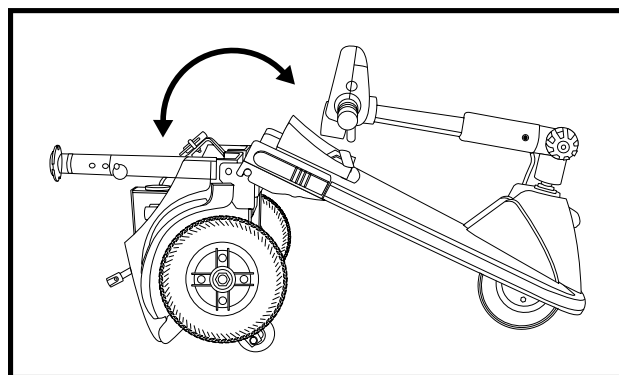

Figure 18. Positionnement du châdre
1. Poussez le mât du siège vers l'arrière pour pivoter la section arrière vers l'arrière jusqu'à ce que la section soit à la verticale sur son pare-choc. **Voir la figure 18.**
3. Tenez le mât du siège pour faire pivoter la section arrière vers l'avant jusqu'à ce que les ergots soient complètement insérés dans les fentes d'assemblage. **Voir la figure 18 et 19.**